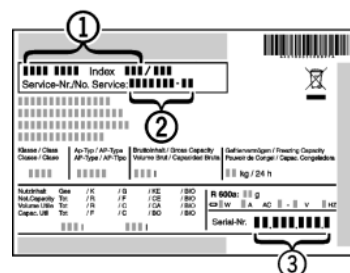

Fig. 11
- ▶ Z nazivne ploščice odčitajte oznako aparata *Fig. 11 (1)*, servisno št. *Fig. 11 (2)* in serijsko št. *Fig. 11 (3)* . Nazivna ploščica se nahaja na levi strani notranjosti aparata.
- ▶ Obvestite servisno službo in jim povejte, za kakšno napako gre, povejte pa tudi oznako aparata *Fig. 11 (1)*, servisno št. *Fig. 11 (2)* in serijsko št. *Fig. 11 (3)*.